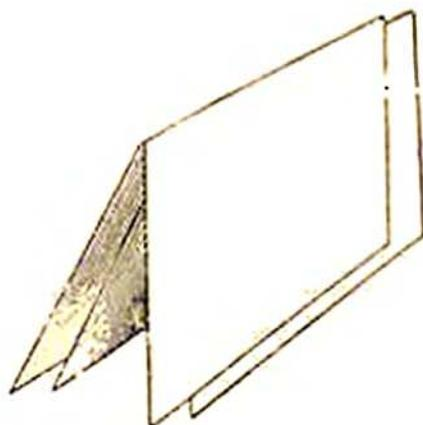

Рис. 45. Накладной форзац
**Н а к л и д н о й ф о р з а ц** (рис. 45). Накладные форзацы применяют для книг, состоящих из одной тетради. Состоит накладной форзац из двух приклеенных форзацев, вложенных один в другой. На сгиб наружного листа наклеивают фальчик шириной 3—4 см и длиной несколько короче форзаца. Фальчик наклеивают так, чтобы он заходил поровну на обе стороны листа. Форзац накладываются на книгу-тетрадь так, чтобы два листа его лежали на первой странице книги, а другие два листа—за последней страницей.